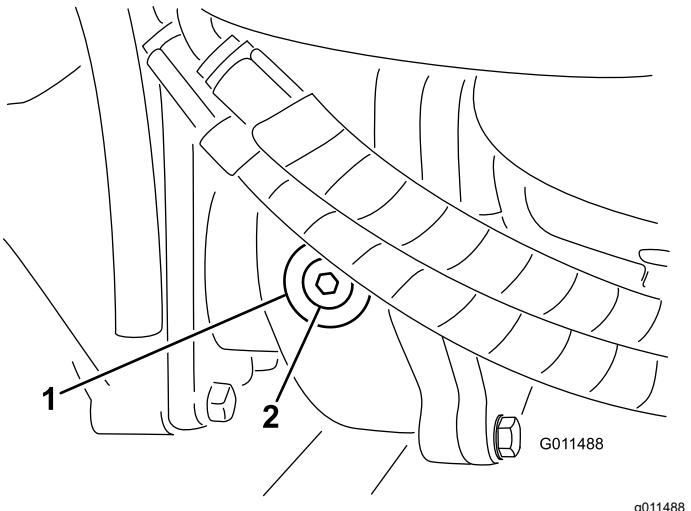

図 93
2. ギアボックスの左側から点検・補給用プラグ図 93 を抜き、穴の高さまで潤滑油があることを確認する。油量が足りなければ穴の下部まで補給する。